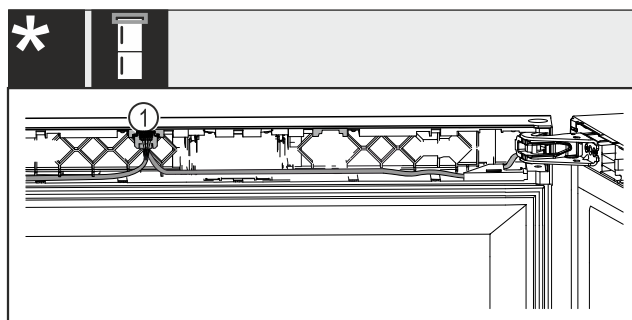

Fig. 62 Kombinovaná chladnička na víno s mrazničkou*
- ▶ Zástrčku Fig. 62 (1) zaklapněte do vedení.*